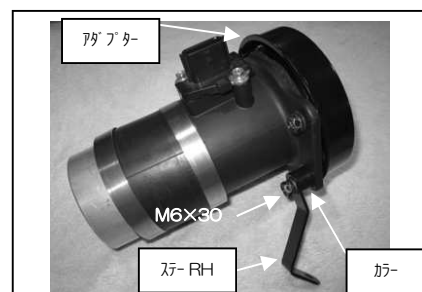

図 7
- ④エアフロアダプターへ、アダプター、ステー、カラー10mm、整流プレート、を取り付けます。図 7 参照